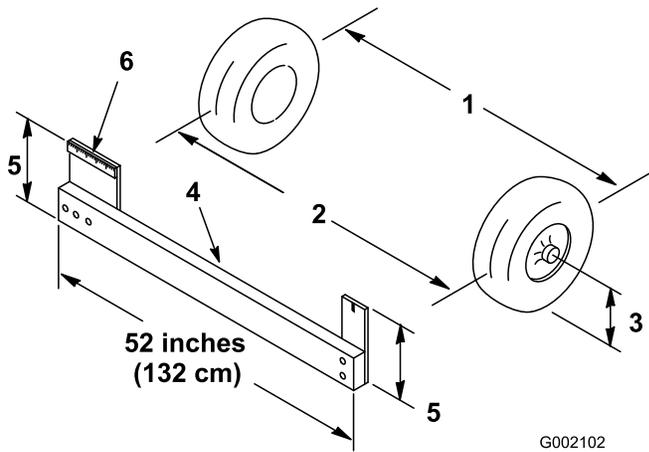

Figura 44
2. Mida la distancia entre los neumáticos delanteros a la altura del eje, en la parte delantera y trasera de las ruedas (Figura 44). Es necesario utilizar una plantilla para medir la distancia entre la parte trasera de las ruedas delanteras a la altura del eje. Utilice la misma plantilla para medir con precisión la parte delantera de las ruedas delanteras a la altura del eje (Figura 44).